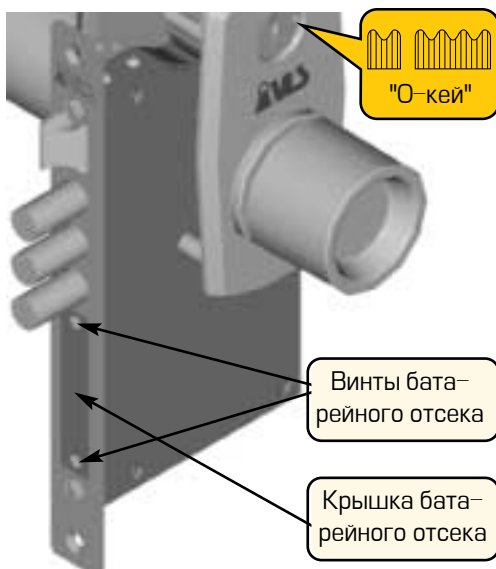

Рисунок 5 – Установка батарей
2. С помощью отвертки вывинтите два винта крепления крышки батарейного отсека на торцевой поверхности замка (рис. 5).
3. Взявшись за вывинченные винты, снимите крышку и извлеките из корпуса замка батарейный отсек (рис.5).